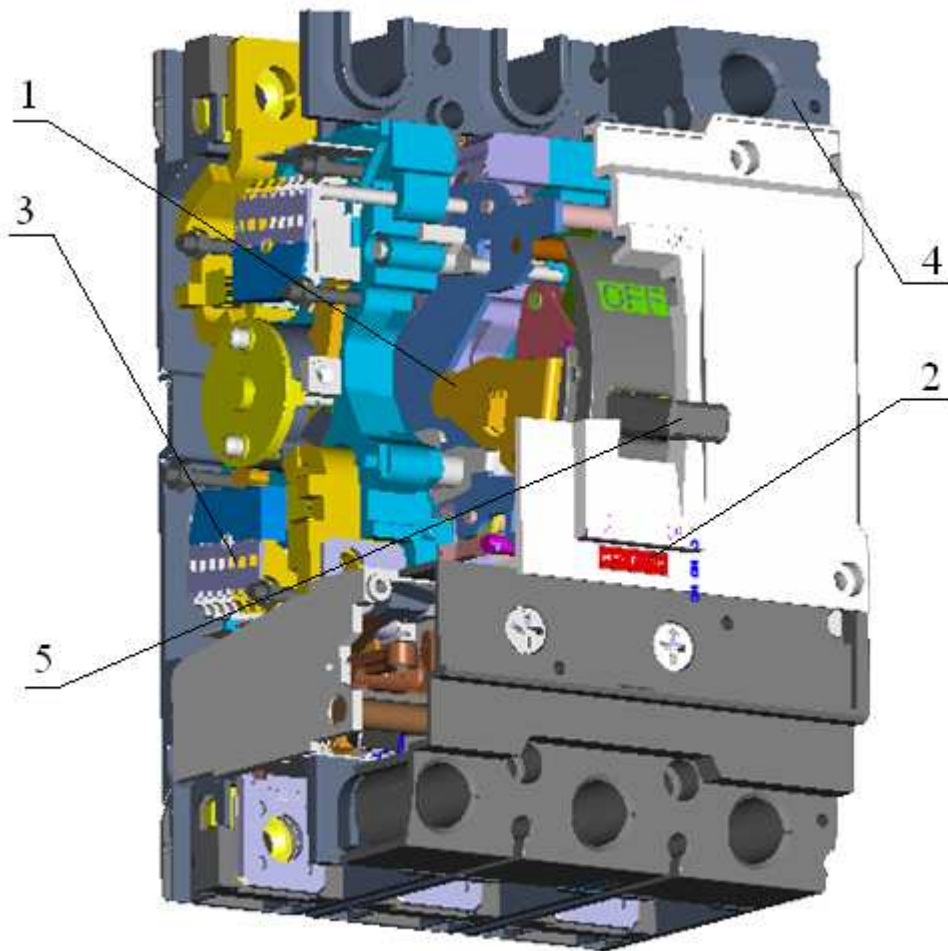

Рисунок 2. Автоматический выключатель
Основными сборочными элементами выключателя (рисунок 2) являются:
- дугогасительная камера 3 (рисунок 2);
- литой корпус 4 (рисунок 2).
- рукоятка 5 (рисунок 2).